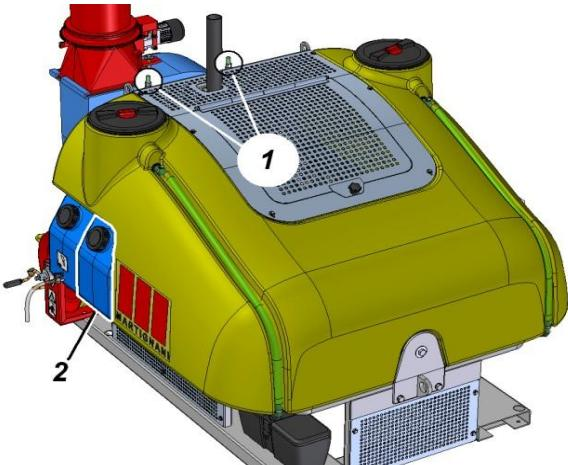

Abb. 38
- 1 - Nach den ersten 5/10 Betriebsstunden sorgfältig die Spannung der Riemen prüfen, die im Neuzustand sehr schnell einlaufen. Bei Bedarf sind sie mit den beiden Riemenspannern (**Abb. 38 - Pos. 1**) zu spannen, nachdem man die vier Schrauben zur Befestigung des Gebläseflansches am Gestell gelockert hat.
- 3 - Zum Ausspülen des Kreislaufs des Sprühgeräts am Ende jedes Arbeitstages den 25-Liter-Tank benutzen, der sich seitlich befindet (**Abb. 38 - Pos. 2**) wie im **Kapitel 5** angegeben.